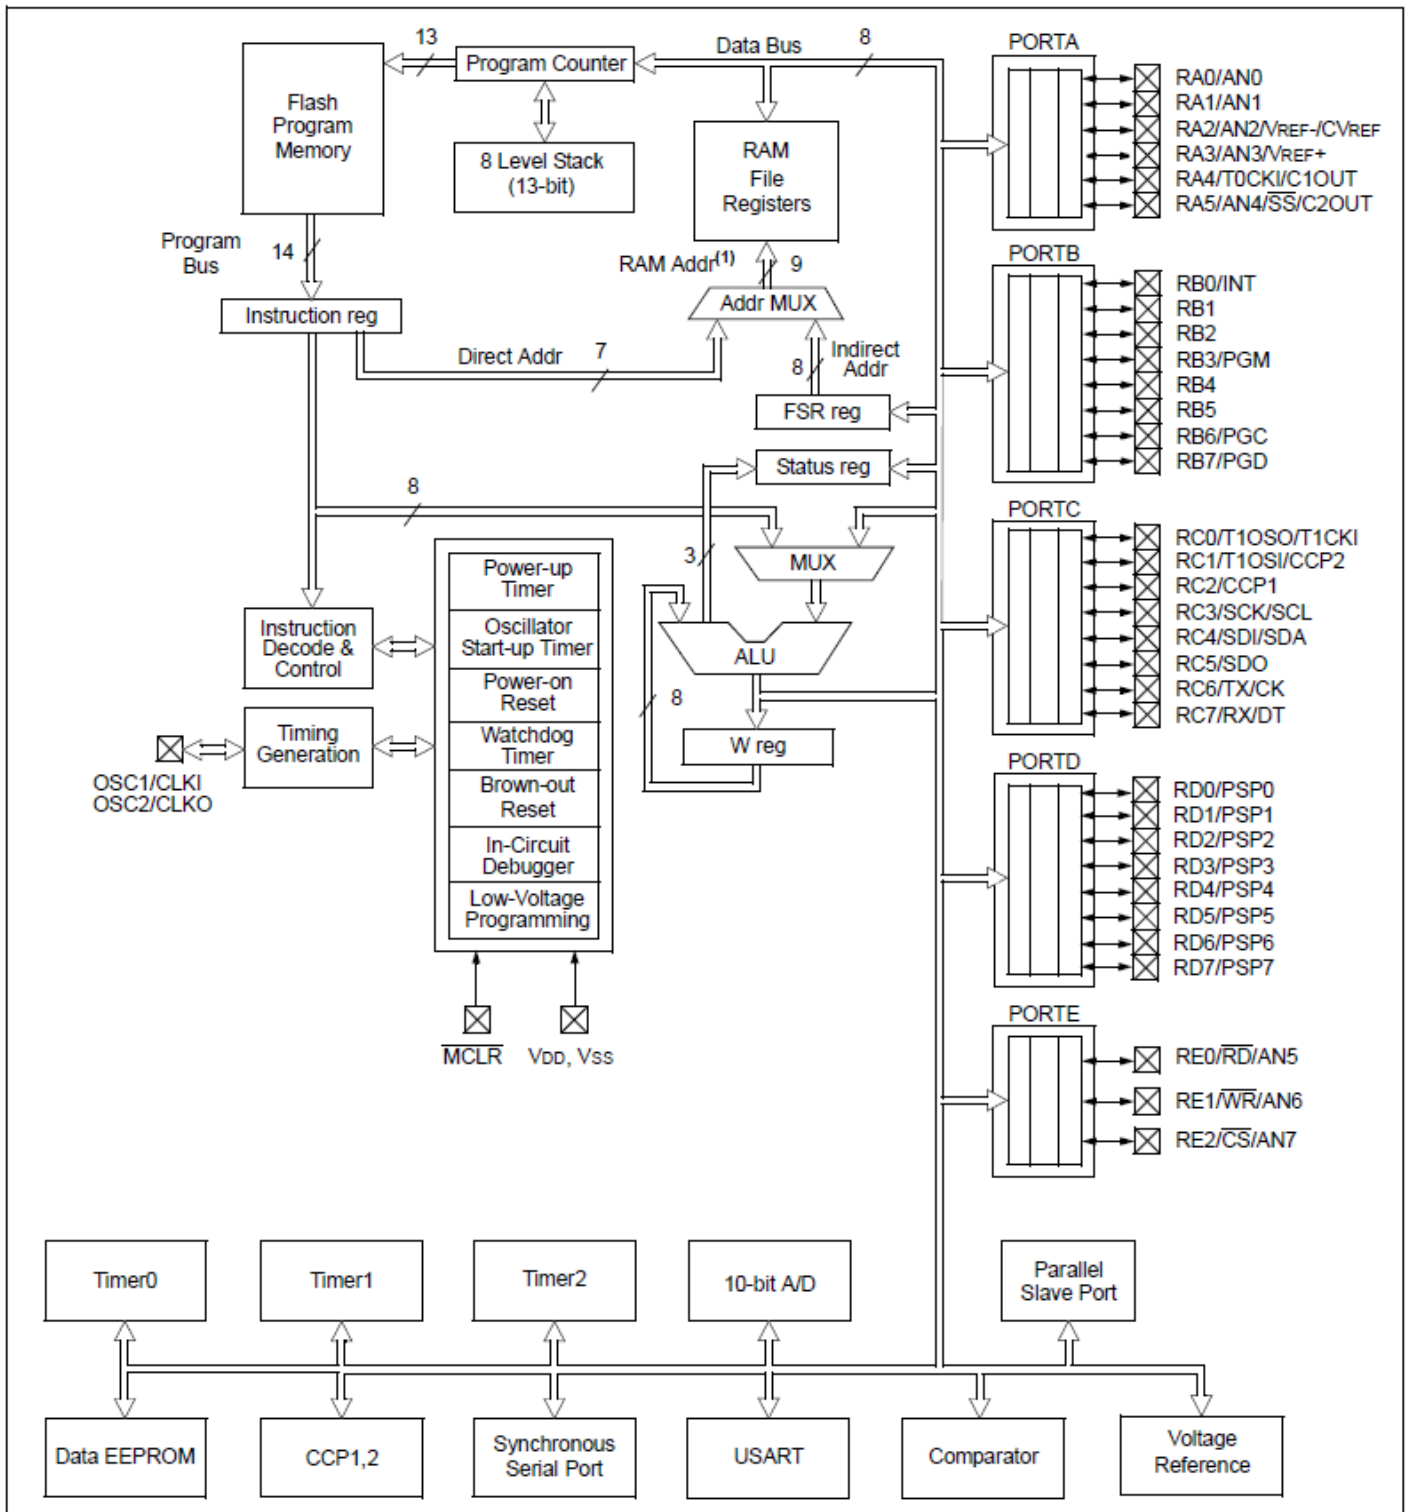

Figure 1 : Schéma de principe du PIC 16f87.
1. Identifier les éléments ci-dessous sur le schéma bloc de la *Figure 1* :
2. Le microcontrôleur présenté *Figure 1* est-il de structure *Von-Neumann* ou *Harvard* (justifiez votre choix)? Est-ce un microprocesseur 8 bits, 16 bits ou 32 bits ?